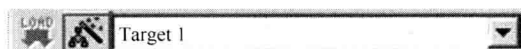
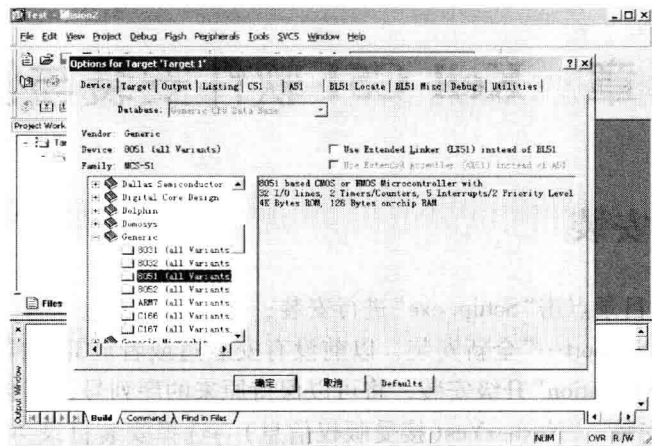

图 2-2 设置调试参数图标
图 2-3 项目环境参数设置界面
- ① 新建工程或打开工程文件：在主菜单上选“Project”项，在下拉列表中选择“New Project”新建工程，浏览保存工程文件是扩展名为“.uv2”的文件。或在下拉列表中选择“Open Project”打开已有的工程文件。
- ② 环境设置：新建工程文件后，在工具栏中选择如图 2-2 所示选项设置调试参数及运行环境，或从主菜单“Project”项中选择“Options for Target ‘Target 1’”，打开如图 2-3 设置窗口。